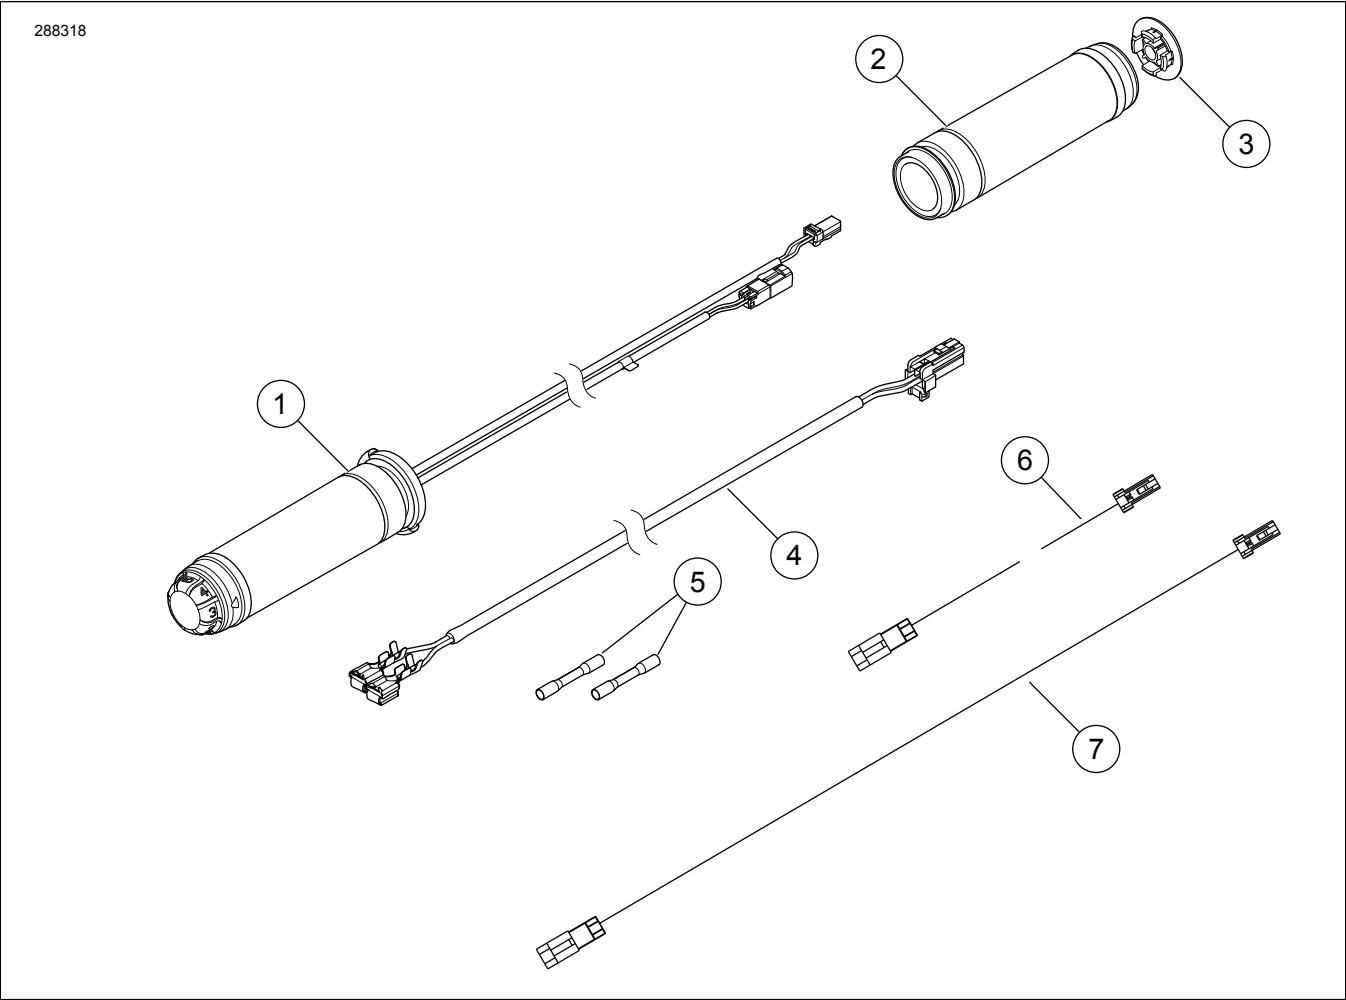

Figure 10. Mga Pamalit na Piyesa: Kit ng Napapainit na Hand Grip
1. Tingnan ang Figure 10 . Kunin ang assembly ng harness mula sa kit. Putulin ang dalawang spade terminal mula sa harness.
- b. Tingnan ang Figure 10 . Mag-splice sa pagkakable ng fender tip light na malapit sa konektor gamit ang dalawang splice na konektor (5) mula sa kit.